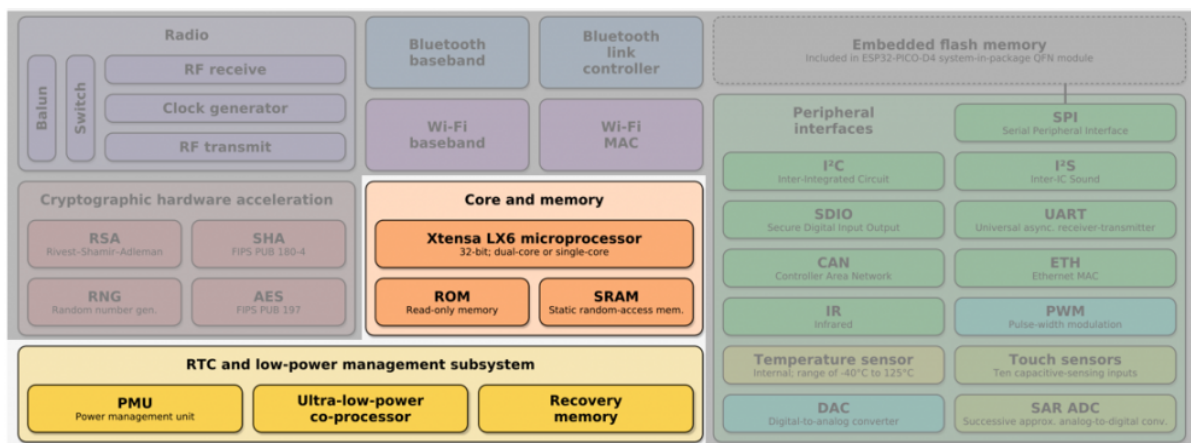

Figura 6 - Diagrama de blocos ativos no Modem sleep mode.
- Modem sleep mode onde está tudo ativo menos os módulos de Wi-Fi, de Bluetooth e de Rádio que estão desativados (Figura 6), gastando cerca de 3 a 20 mA. Para manter as conexões WiFi / Bluetooth ativas, a CPU, o Wi-Fi, o Bluetooth e o rádio são ativados em intervalos predefinidos. É conhecido como padrão de sono de associação. Durante esse padrão de sono, o modo de energia alterna entre o modo ativo e o Modem sleep mode. O ESP32 permanece conectado ao router através do mecanismo de sinalização DTIM.